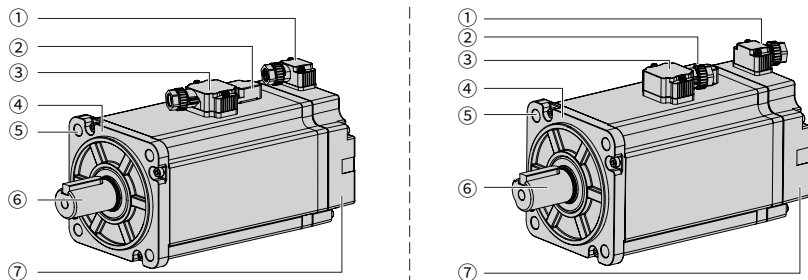
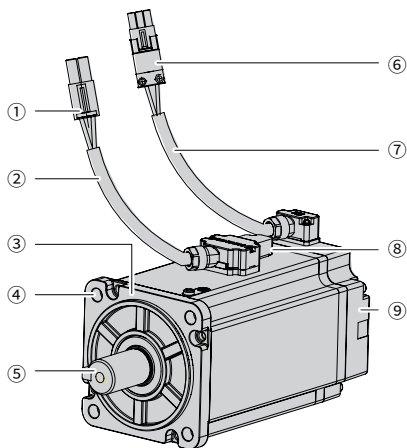

图 1-2 端子型电机部件说明示意图
图 1-3 导线型电机部件说明示意图
■ 40/60/80 机座请参考如图 1-2 和图 1-3 部件说明示意图